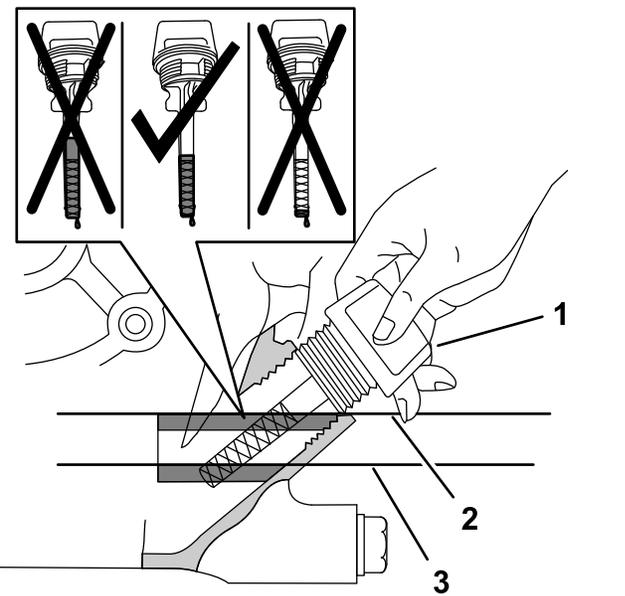

Figura 76
6. Retire la varilla del cuello de llenado y observe el nivel de aceite en la varilla (Figura 76).
Nota: El nivel del aceite del motor debe cubrir la zona sombreada de la varilla (Figura 76).